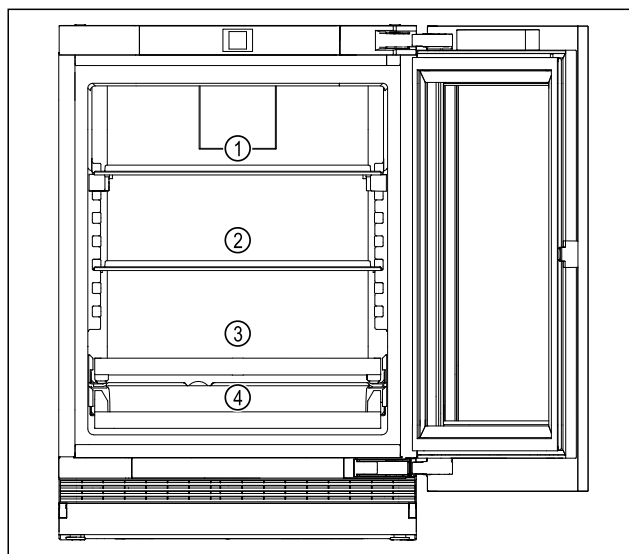

Fig. 5 Przykładowa prezentacja
- ▶ Górny obszar Fig. 5 (1): Przechowywać puszkę, mniejsze butelki.
- ▶ Środkowy obszar Fig. 5 (2): Przechowywać puszkę, mniejsze butelki.
- ▶ Dolny obszar Fig. 5 (3): Przechowywać puszkę, mniejsze butelki.
- ▶ Półka na napoje (4): Przechowywać puszkę, mniejsze butelki.